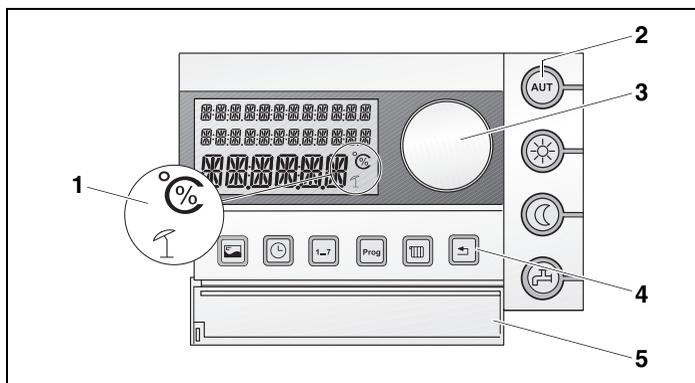

Fig. 6 Elementi di servizio dell'RC30
(fig. 6, pos. 2)**
(fig. 6, pos. 4)**